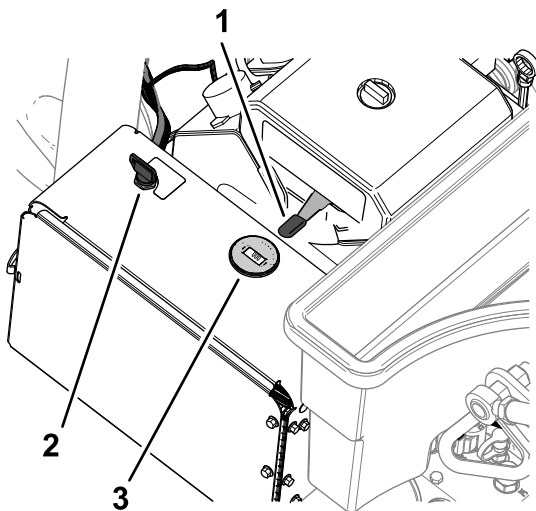

Figura 70
2. Utilizai ocul (Figura 70) după cum urmează: